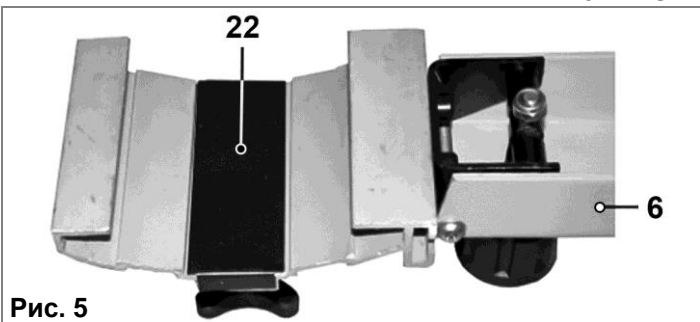

Рис. 5
9.1.1. Для сборки кронштейна (6) защитной планки строгального вала (8) необходимо в кронштейн (6) вставить пластину (22), Рис.5. Выкрутите против